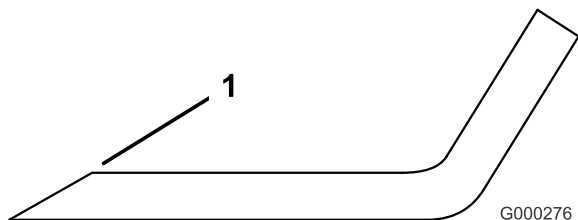

Figure 85
3. Examinez les tranchants de toutes les lames et aiguissez-les s'ils sont émoussés ou ébréchés. N'aiguissez que le haut du tranchant et conservez l'angle de coupe d'origine pour obtenir une coupe nette (Figure 85). Limez la même quantité de